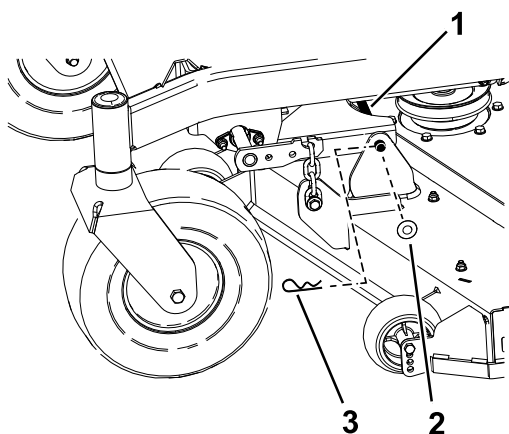

Figura 67
5. Retire la chaveta y la arandela que sujetan el pasador de enganche al bastidor y a la carcasa; retire el pasador de enganche (Figura 67).
9. Sujete el perno de enganche con las chavetas y las arandelas que retiró anteriormente (Figura 67).